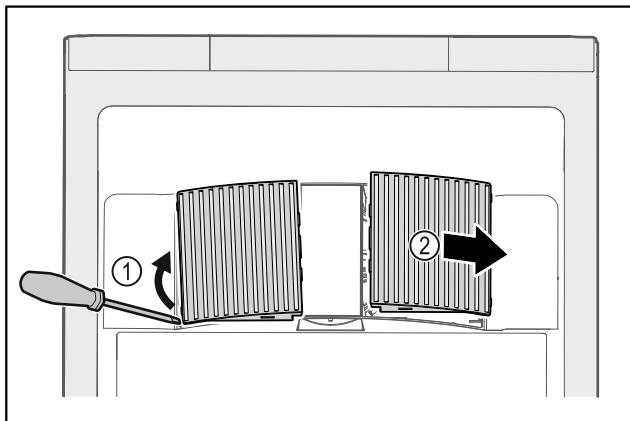

Fig. 176
- ▶ Осторожно подденьте крышки вентилятора сбоку Fig. 176 (1) и снимите их движением вперед Fig. 176 (2).